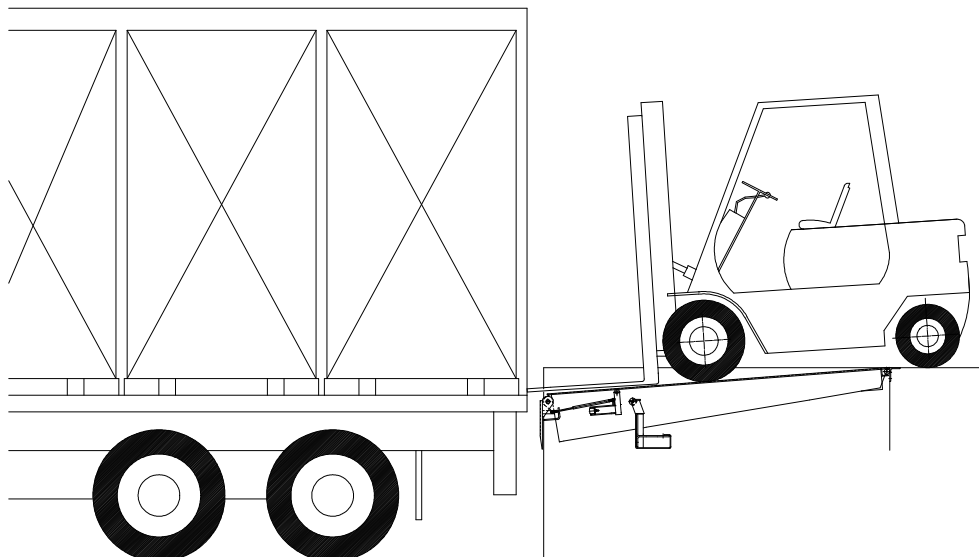

Fig. 15
- Daarna kunnen de laatste pallets/lading geplaatst of verwijderd worden (zie Fig. 15).
- Anschließend können die letzten Paletten/die letzte Ladung platziert oder herausgenommen werden (siehe Fig. 15).
- The last pallet or load can then be loaded or unloaded (see Fig. 15).
- Les dernières palettes ou le dernier chargement peuvent être placés ou enlevés (voir Fig. 15).
- Pour mettre le tablier en position de repos ou de travail, tournez le bouton (A) dans le sens contraire et observez les consignes de paragraphe 3.